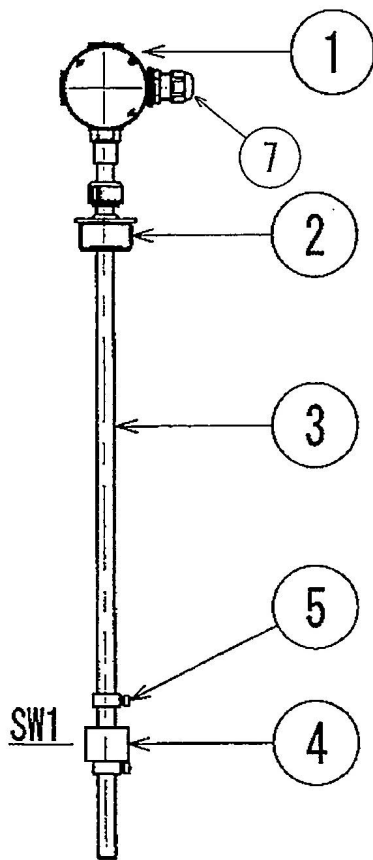

図 1
検出点寸法の変更は基本的には出来ません。5頁の図1の①ジョイントボックスと③ガイドパイプは接着されています。やむを得ず検出点寸法の変更が生じた場合には弊社までご連絡の上、現品をご返送下さい。弊社にて変更致します。